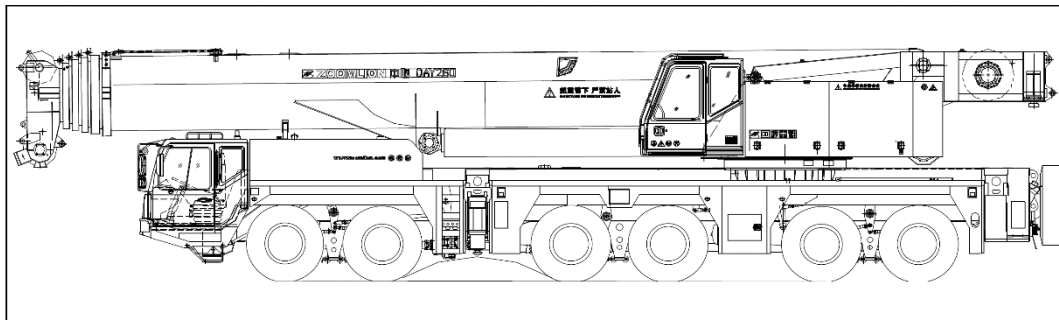

Figura 3-46 Visão geral – Peso morto de 72 toneladas bruto em condição de condução
- Vigas deslizantes dianteiras e traseiras e mecanismo hidráulico. Consulte a figura 3-46.